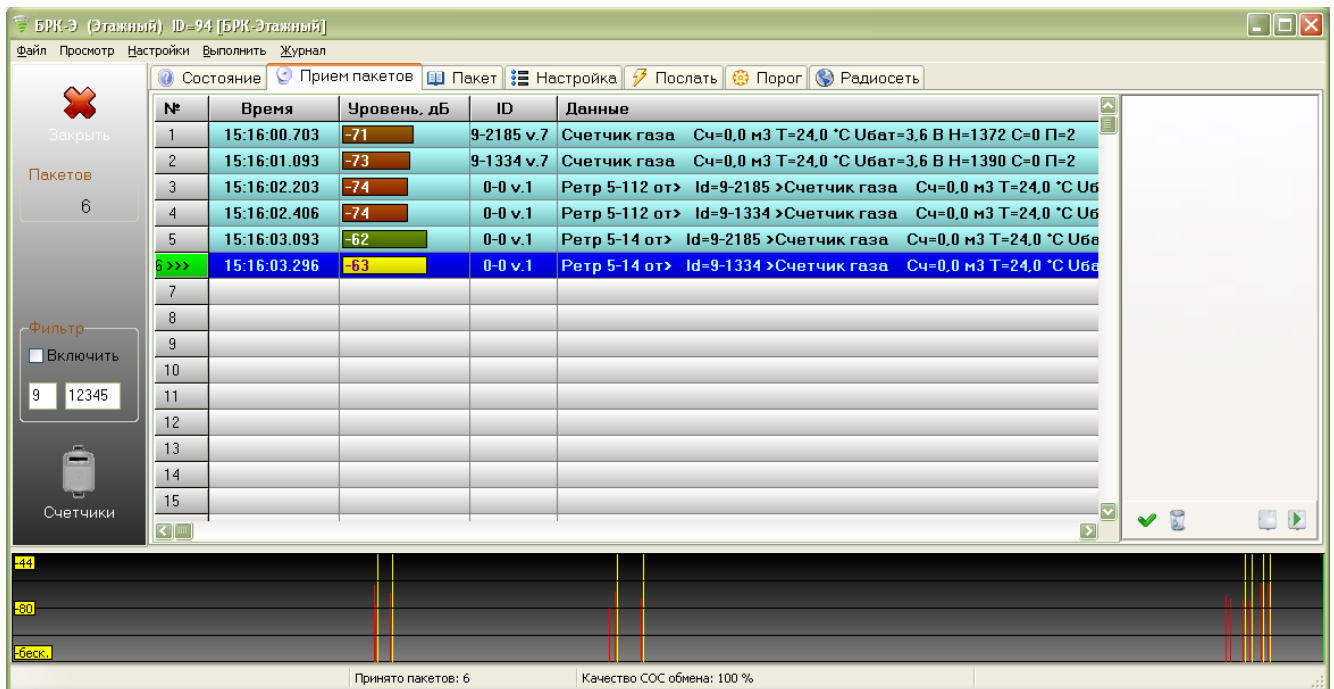

Рисунок 28 - Прием радиопакетов модулем USB-433
1) Открыть вкладку «Прием пакетов» и дождаться приема радиопакета от ретранслятора, для которого требуется произвести настройку параметров (рисунок 28).